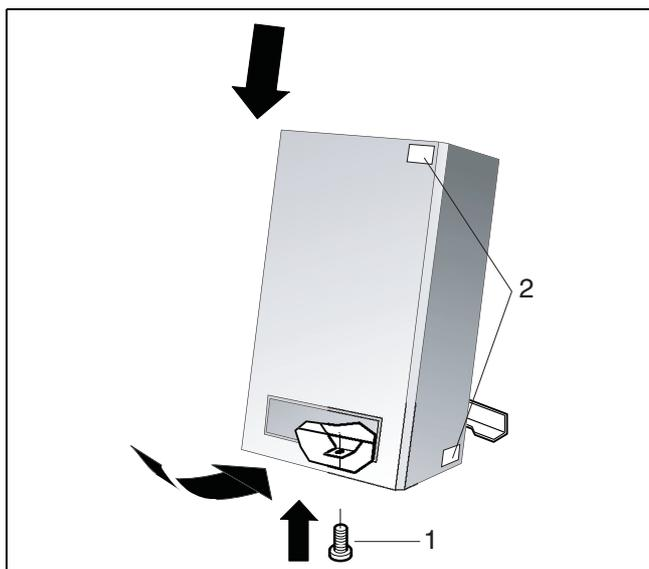

Fig. 33 Montare il mantello e avvitare a fondo la vite di fissaggio
- Togliere il mantello (fig. 33).
- Montare il mantello e stringere la vite di fissaggio (fig. 33, pos. 1).
- Questa seconda targhetta va affissa sul davanti o sul fianco del mantello esterno della caldaia (fig. 33, pos. 2).
- Togliere la vite di fissaggio ed il mantello (fig. 33).